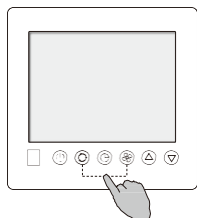

Рис. 1
1. Одночасно натисніть кнопку режиму та кнопку вентилятора й утримуйте впродовж 3 секунд, щоб увійти в стан зчитування параметрів. Після цього коди зчитування параметрів відобразяться в області відображення температури (див. рис. 1).